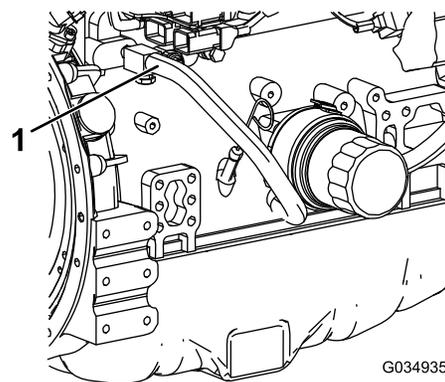

Figura 113
7. Retire la manguera de refrigerante del enfriador de aceite del motor (**Figura 113**).